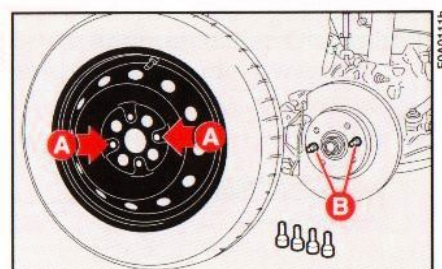

Abb. 10
16) Das Ersatzrad anmontieren und dabei darauf achten, dass die Bohrungen **A**, **Abb. 10** mit den entsprechenden Zentrierbolzen **B** übereinstimmen.